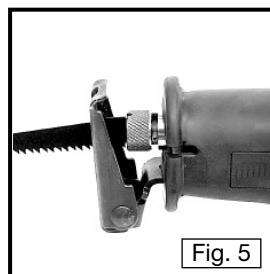

Fig. 5
4. Insérez la lame dans le serre-lame jusqu'à ce qu'elle soit calée. Laissez le collier de dégagement tourner en sens horaire afin de bloquer la lame en place. (Fig. 5)